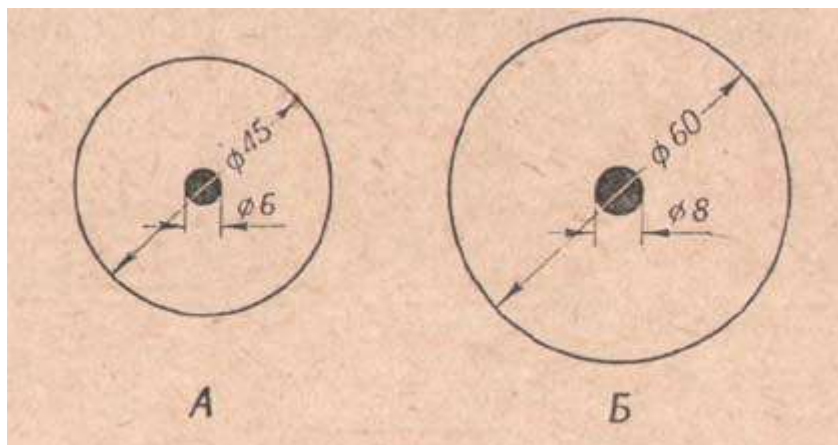

Рис. 67. Мишеньки для проверки прикладистости ружья вскидками (размеры в мм):
*Проверка прикладистости и комнатная тренировка.* Проверить прикладистость ружья можно без выстрела, в домашних условиях. Для этого нужно начертить на листе бумаги окружность диаметром, равным 1,5% расстояния, на котором будет производиться проверка, и повесить его на освещенной стенке комнаты не ниже уровня глаз охотника. Расстояние надо считать от дульного среза ружья до мишеньки. При расстоянии 3 м диаметр круга мишеньки равняется 45 мм с точкой прицеливания - черным кружком диаметром 6 мм, а при расстоянии 4 м - 60 мм с точкой прицеливания диаметром 8 мм (рис. 67).